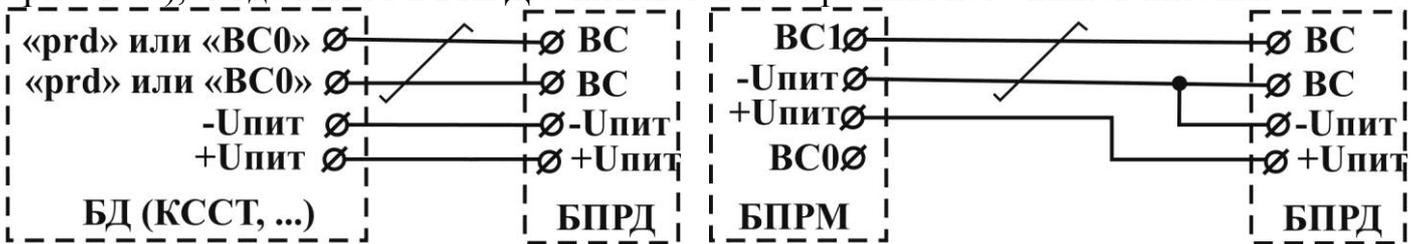

Рис.10.4
10.5.2 **Кабель БПРД** подключить к зажимам «ИЗВ» в соответствии с маркировкой на шасси КССТ-1Н (КССТ-2Н, БМ-1Н, БМ-2Н, БД-1Н, БД-2Н или др. см. рис. 10.4) и табл. 10.2. Провода ВС подключаются только при проводной синхронизации.